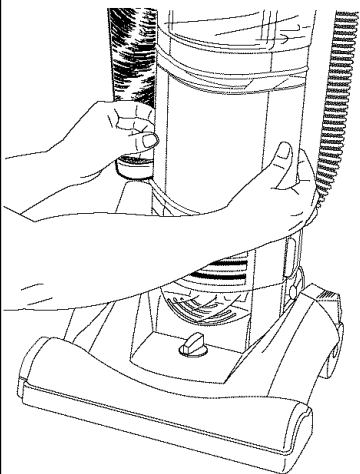

FIG. 12
**Step 2:** Grasp dust cup with both hands and pull out (FIG. 12).
**Étape 2 :** Saisissez le collecteur à poussière avec les deux mains et retirez-le (FIG. 12).
**Paso 2:** Tome el recipiente para polvo con ambas manos y jálelo hacia afuera (FIG. 12).